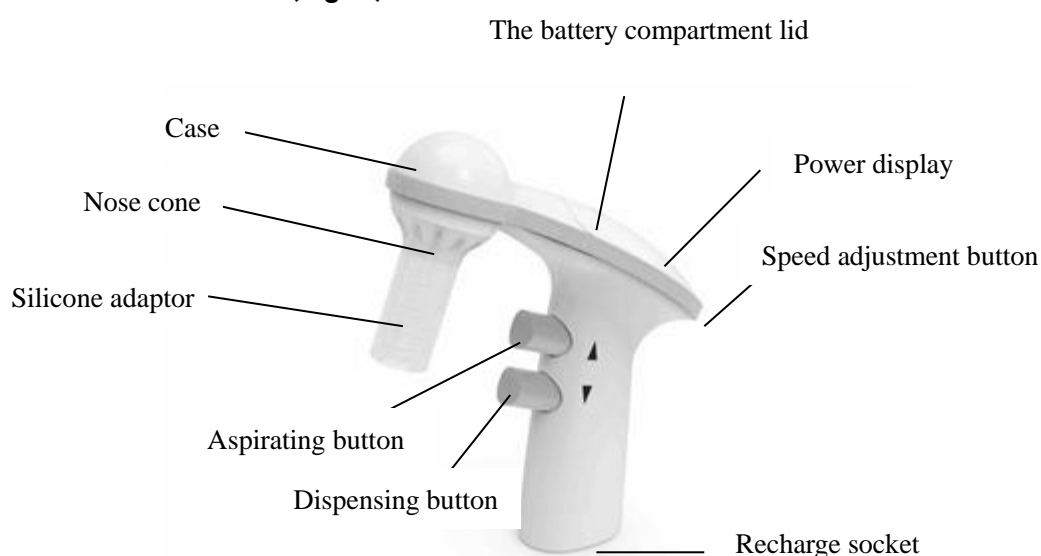

Fig.2
3. PIPETTE FILLER OVERVIEW (Fig. 2)